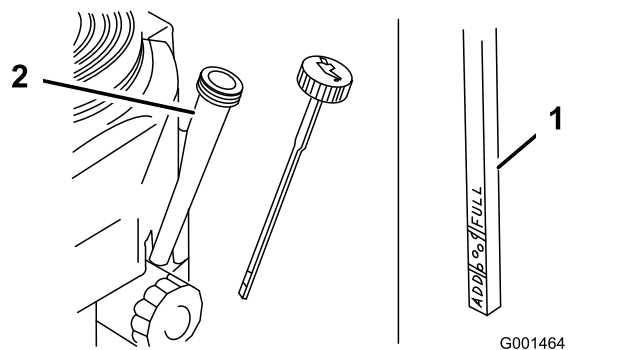

Figure 25
3. Nettoyez la surface autour de la jauge d'huile (Figure 25) pour éviter de faire tomber des impuretés dans l'orifice de remplissage, ce qui endommagerait le moteur.
4. Retirez la jauge d'huile et essuyez soigneusement son extrémité (Figure 25).
5. Remettez la jauge au fond du tube de remplissage, mais sans la visser (Figure 25).
10. Versez avec précaution environ 80 % de la quantité d'huile spécifiée dans le goulot de remplissage (Figure 25).